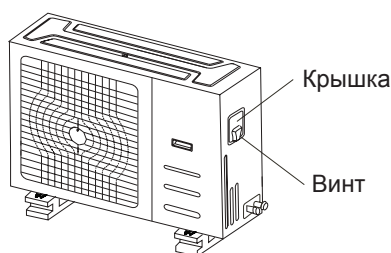

Рис. 8.1
2. Снимите крышку распределительной коробки наружного блока. Если на вашей модели нет такой крышки, отверните винты на сервисной панели и снимите с нее кожух (см. рис. 8.1).